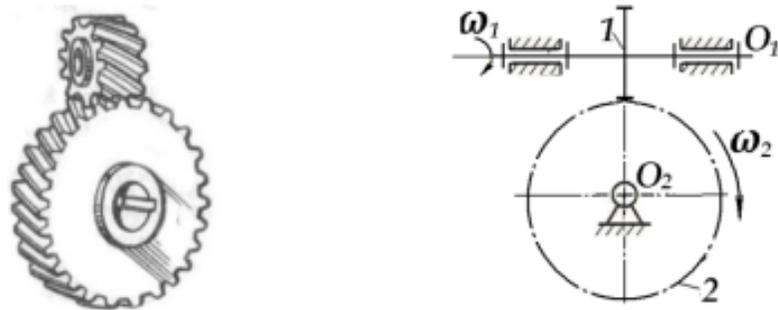

Рис. 5. Вид и схема винтовой передачи
2) винтовые (рис. 5), колёса которых нарезаны как косозубые, но с бóльшим углом наклона зубьев;